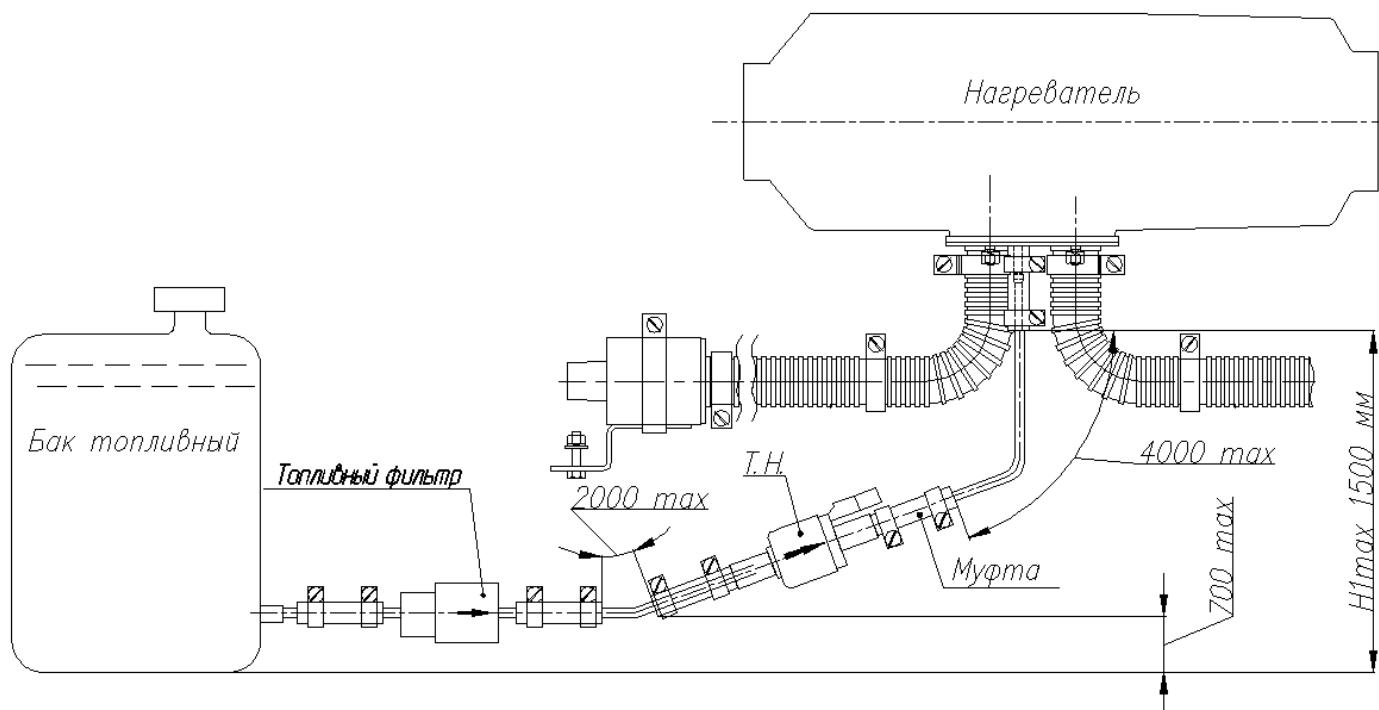

Рис.8 Схема монтажа топливной системы отопителя
- топливную трубку отопителя предпочтительней располагать выше максимального уровня топлива в топливном баке (см. рис. 8, рис. 10);
Схемы относительного расположения топливного бака, топливного насоса и нагревателя показаны на рис.8 и рис.10. Схема монтажа топливозаборника представлена на рис. 9.